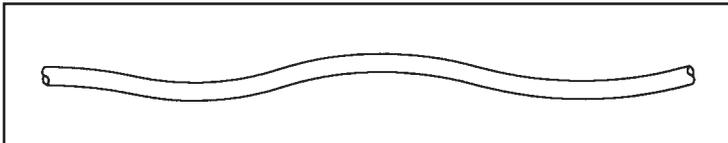

Figure 3
- Une gaine vrillée. Reportez-vous à la figure 3.